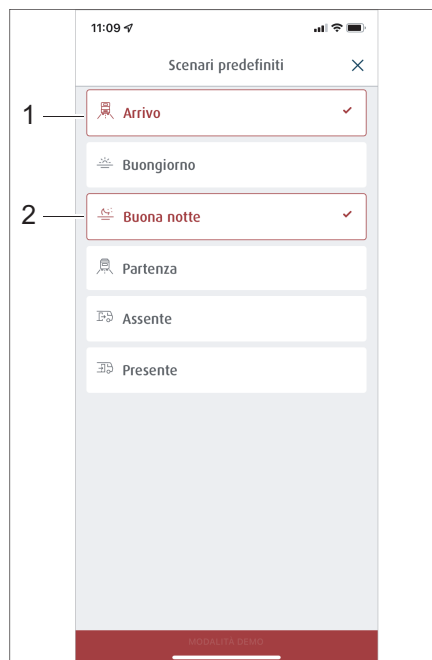

Fig. 302 Selezione di scenari precostituiti
- Digitare il pulsante degli scenari desiderati, ad esempio *Arrivo* (Fig. 302,1) e *Buona notte* (Fig. 302,2).